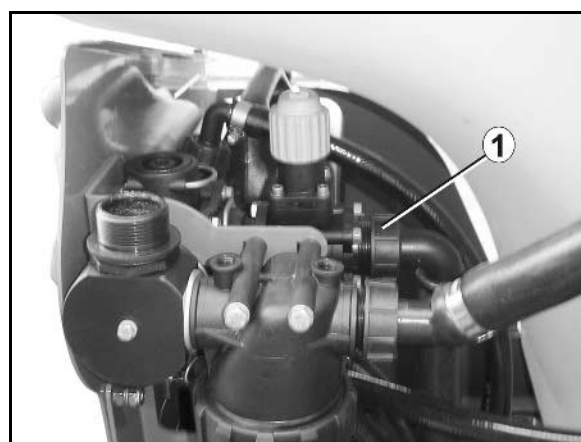

Fig. 132
1. Løsn omløbermøtrikken (Fig. 132/1).